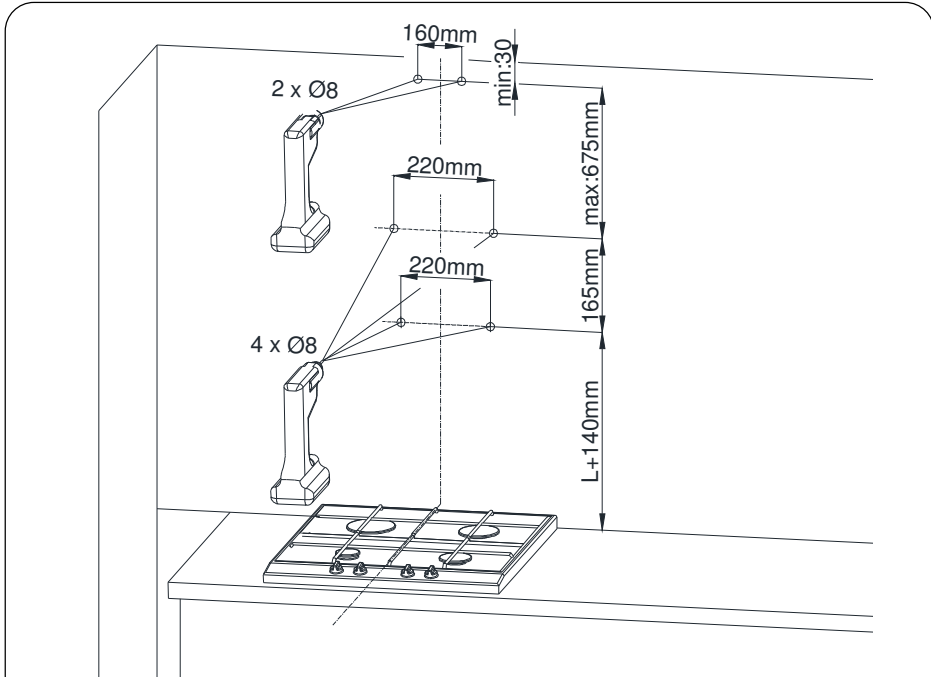

Abb. 4 Einbaumaße
Der Einbau der Abzugshaube und des Kaminschutzes ist in den Diagrammen (Abb. 4 - Abb. 9) dargestellt. Die Abzugshaube ist mit Befestigungsstiften ausgestattet, die für die meisten Wände und Decken geeignet sind. Während des Einbaus sind die allgemein gültigen Vorschriften für die Abführung von Luft aus Räumen zu beachten.
1. Bestimmen Sie die Achse des Heizelements und übertragen Sie sie auf die Wand, an der die Abzugshaube installiert werden soll. Markieren Sie alle charakteristischen Befestigungspunkte der Abzugshaube. Bohren Sie mit einem Bohrer die entsprechenden Löcher. (Abb. 4)